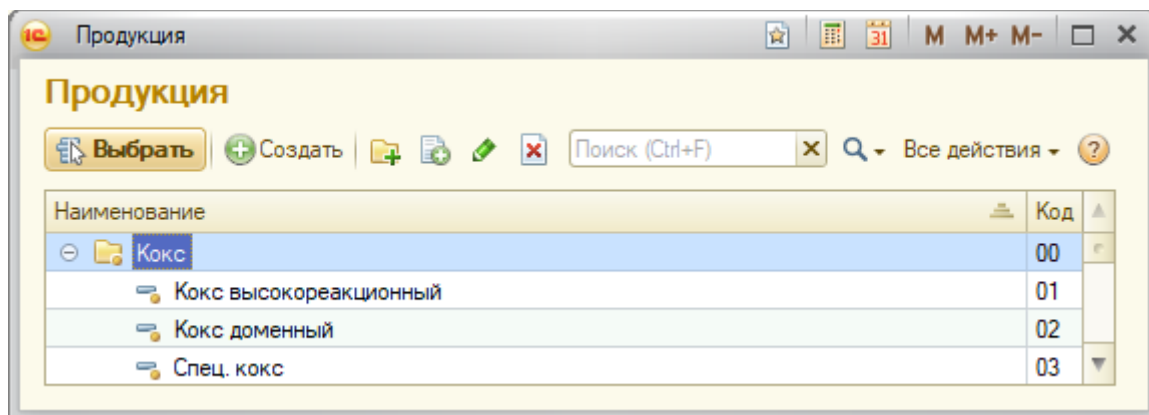

Рисунок 28
3.3.7 заполнить поле «Тип кокса» (рисунок 28);